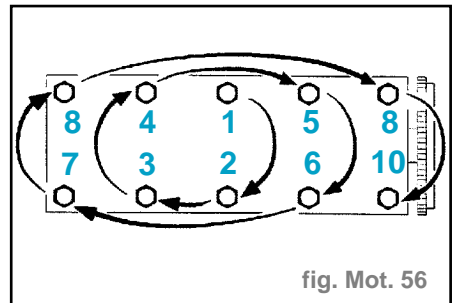

fig. Mot. 56
- Serrer les vis de culasse dans l'ordre, moteur froid (fig. Mot. 56).